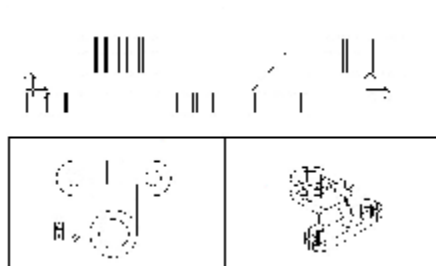

图 6-86 图纸的四个视口布局
**步骤六：**用同样方法将右上角的视口变成左视图，将左下角的视口变成俯视图。此时图纸的布局如图 6-86 所示。